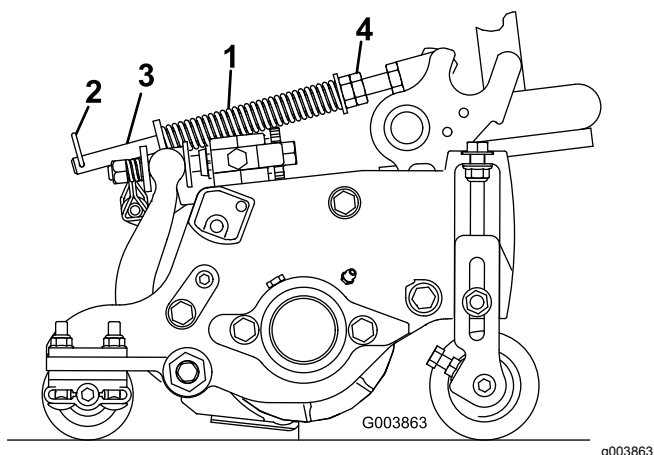

Figura 15
El muelle de compensación del césped (Figura 15) transfiere peso desde el rodillo delantero al trasero. Esto ayuda a reducir el patrón de ondulación en el césped.
1. Asegúrese de que el pasador de horquilla está instalado en el taladro del extremo de la varilla del muelle (Figura 15).
2. Apriete las tuercas hexagonales del extremo delantero de la varilla del muelle hasta que la longitud comprimida del muelle sea de 15,9 cm (Figura 15).